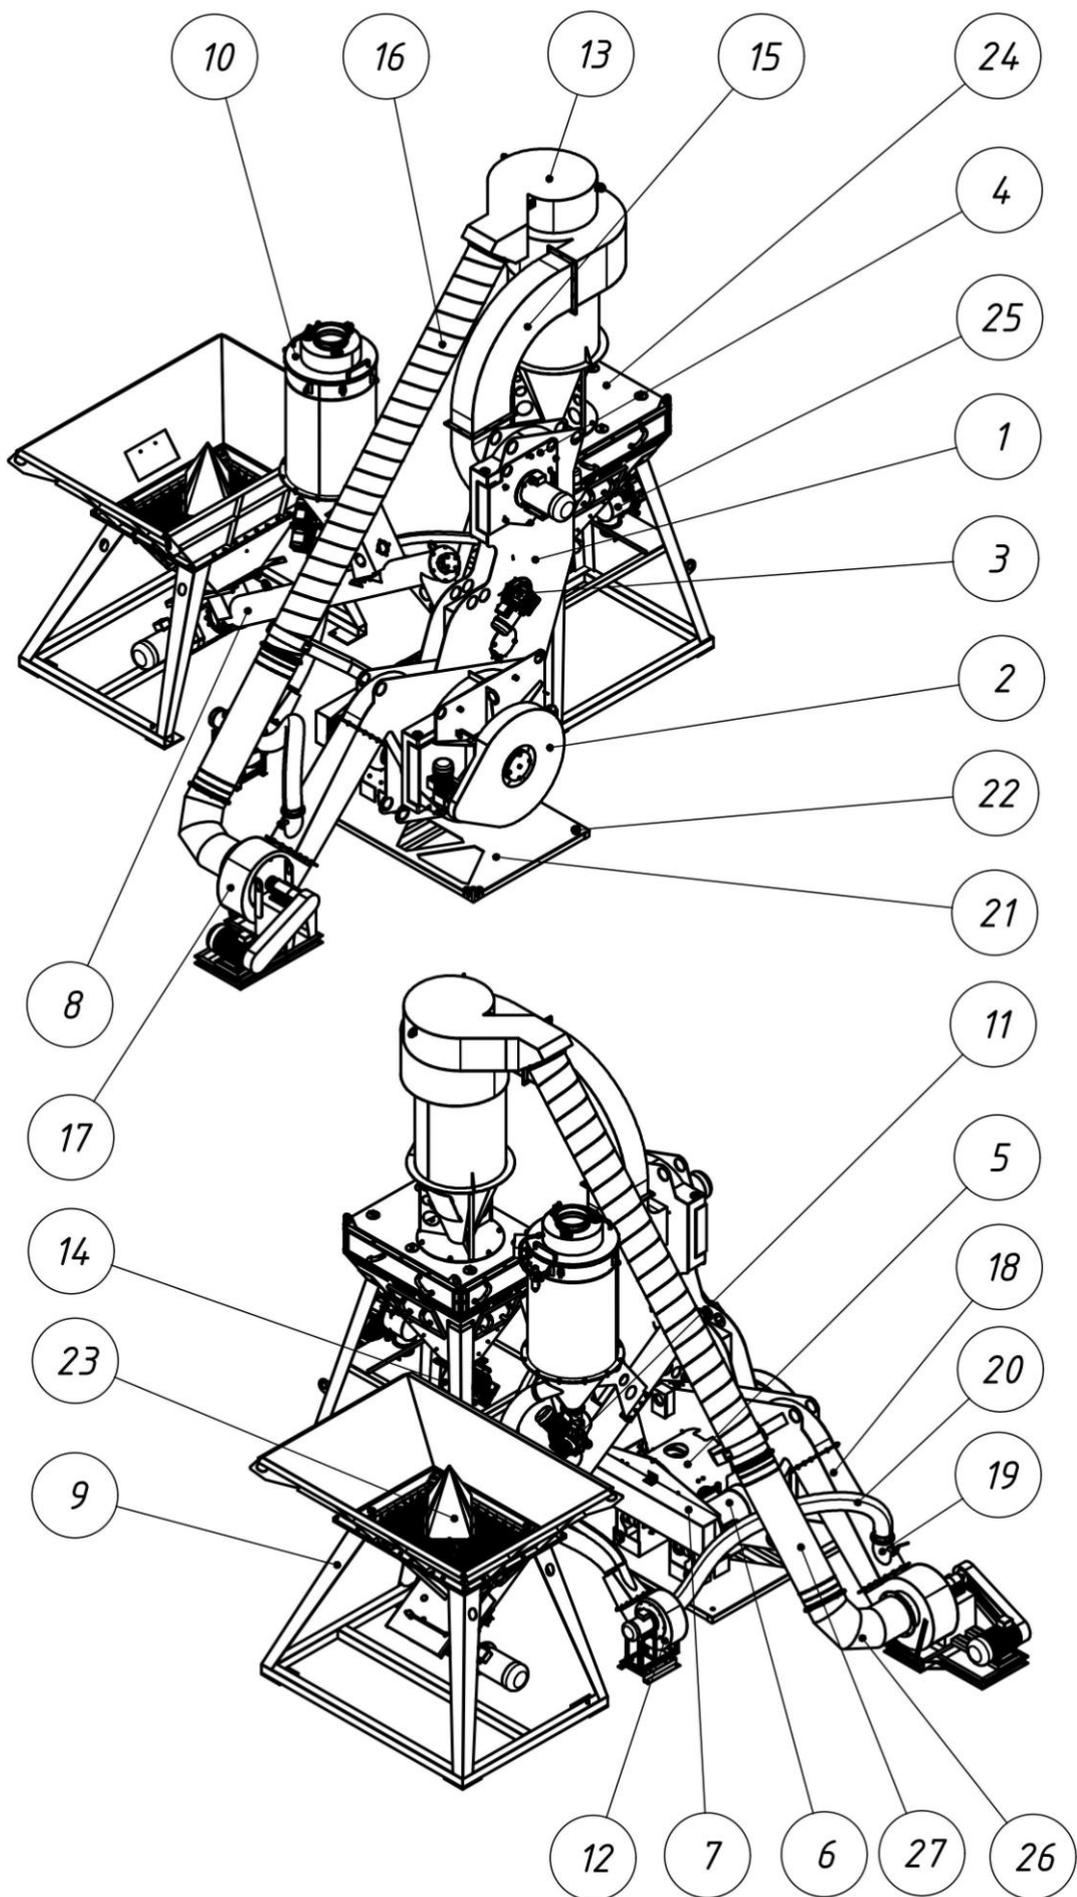

Рис.2 Основные узлы изделия.
Изделие (Рис.2) состоит из монокорпуса (1), в нижней части которого находится блок элеватора (2), в средней - шлюзовой затвор (3) перегрузки «крупки», в верхней - динамический воздушно-центробежный классификатор (4). С противоположной стороны монокорпуса (1) расположены: обечайка амортизационного блока (5) ротора-ускорителя, электродвигатель (6) привода ротора-ускорителя, кожух клиноременной передачи (7), винтовой конвейер-питатель (8), бункер сырья (9)\* с решеткой просеивания (23)\*. На корпусе винтового конвейера-питателя (8) размещен кассетный фильтр (10)\* с шлюзовым затвором (11)\* перегрузки пыли и малым пылевым вентилятором (12)\*.
Изделие (Рис.2) работает следующим образом: сырье, подлежащее измельчению, фронтальным погрузчиком загружается в бункер (9)\* объемом 2.5 куб. метра. Винтовой конвейер-питатель (8) подает сырье в монокорпус (1), где оно подвергается первичной классификации. Мелкие частицы подхватываются воздушным потоком, создаваемым пылевым вентилятором (17), и направляются на вход динамического воздушно-центробежного классификатора (4). Частицы, размеры которых превышают установленную границу разделения, отражаются лопатками направляющего аппарата и поступают в камеру помола для дополнительного измельчения.